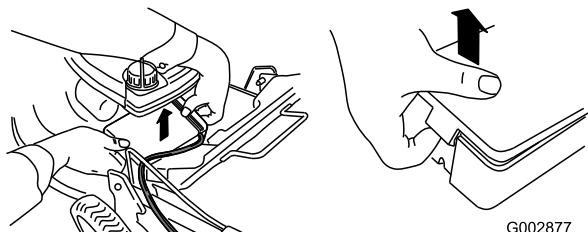

Figure 10
1. Dégarez les deux extrémités du couvercle de la batterie et déposez le couvercle (Figure 10).